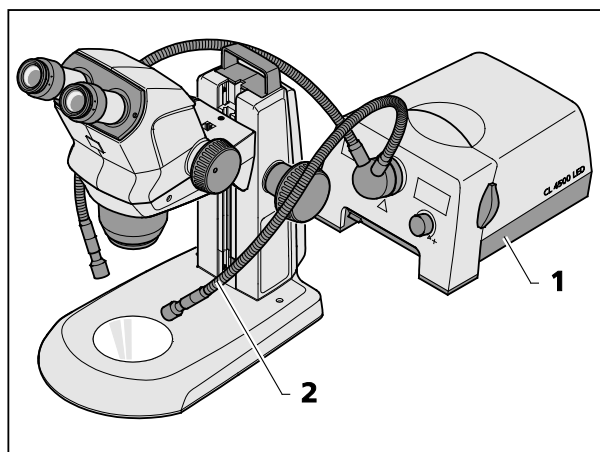

Bild 10 Externe faseroptische Beleuchtung montieren
- Externe faseroptische Beleuchtung (Bild 10/1) einschalten, Beleuchtungsintensität regeln und durch Verbiegen der beiden Schwanenhälse (Bild 10/2) die Beleuchtung so einstellen, dass das Objekt optimal ausgeleuchtet wird.